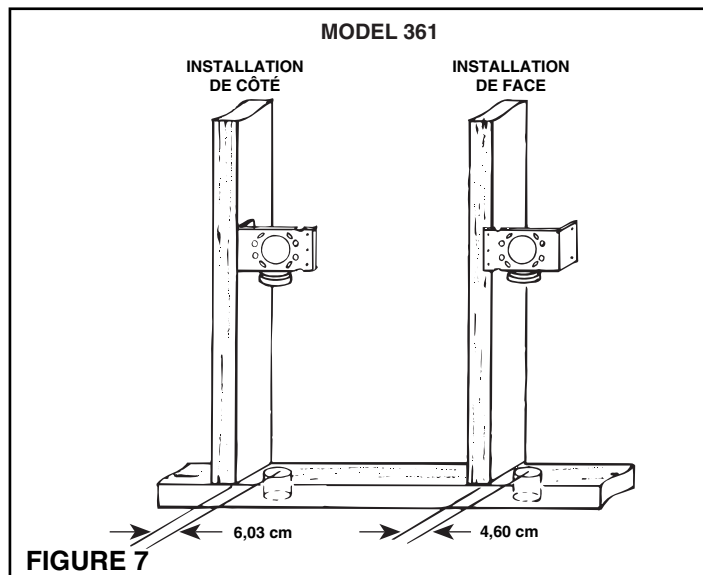

FIGURE 7
3. Voyez la figure 7. Clouez le support sur le côté du montant de façon à ce que l'avant du support soit dans l'alignement avec l'avant du montant. (Le support peut également être cloué sur l'avant du montant. Voyez l'illustration du montage de face. Pour le montage de face, utilisez les pattes d'alignement des supports pour un alignement correct.)